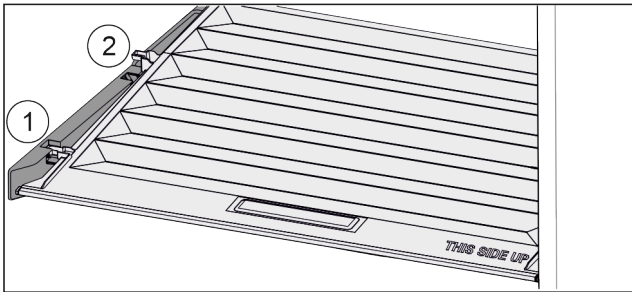

Fig. 94
- ▶ Deckel bis zur Öffnung in den Halteteilen nach vorne ziehen Fig. 94 (1).
- ▶ Hinten von unten anheben und nach oben wegnehmen Fig. 94 (2).